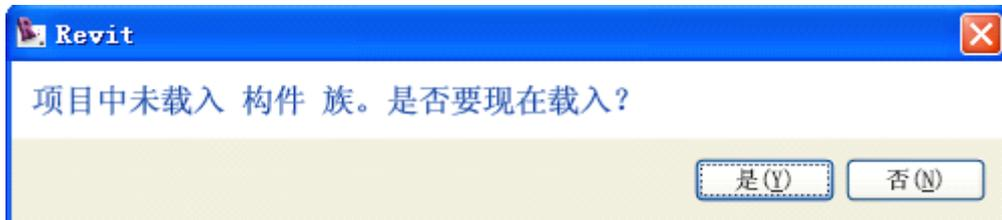
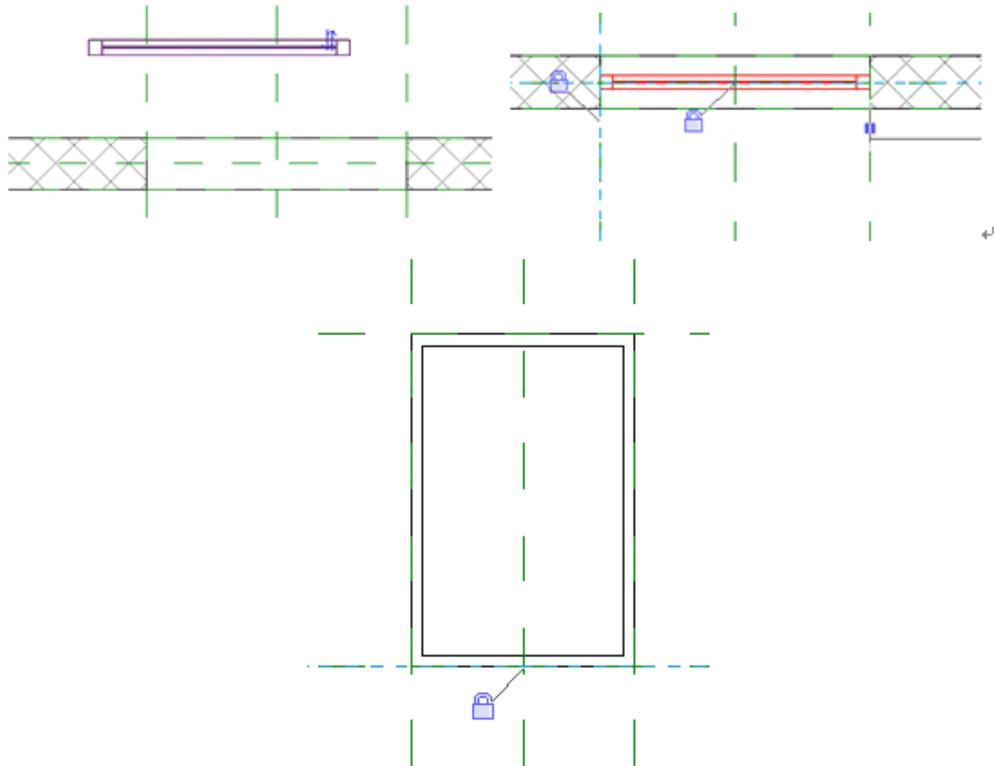

图 19.12-5
图 19.12-6
- 单击“创建”选项卡下“模型”面板中“构件”，出现提示“项目中未载入构件族。是否要现在载入？”的提示（如图 19.12-5 所示），单击“是”，载入上一步中保存的“单扇窗”族文件。并在平面视图图中将单扇窗与当前族文件的中心参照平面对齐，左侧对齐，并在立面视图图中与当前族文件窗台对齐（如图 19.12-6 所示）。